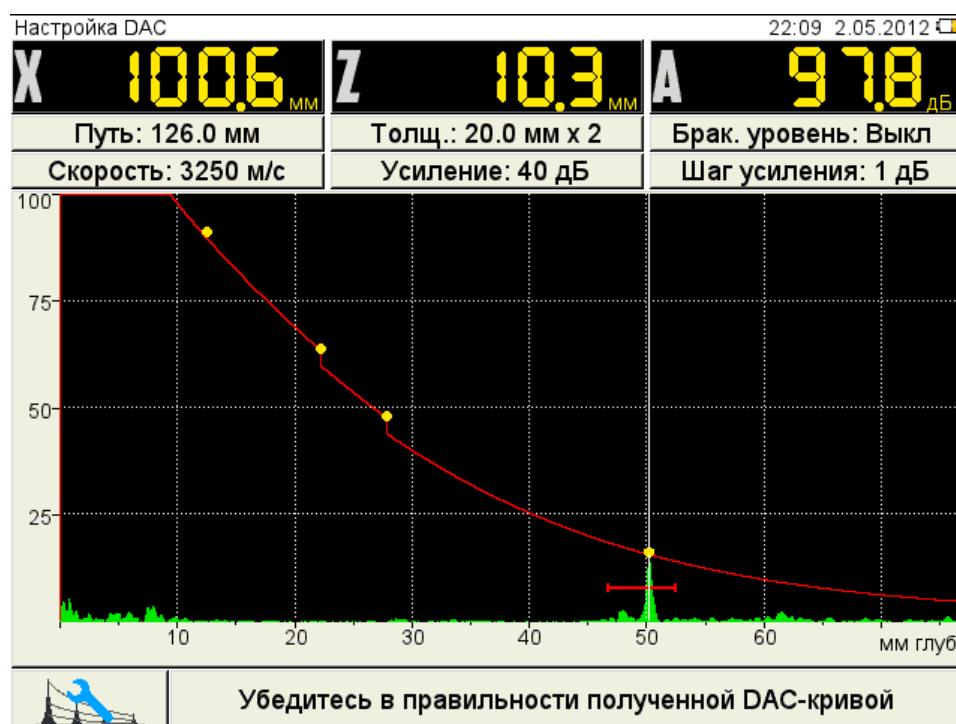

Рисунок 29
- нажать **Enter** для построения кривой (рисунок 29).